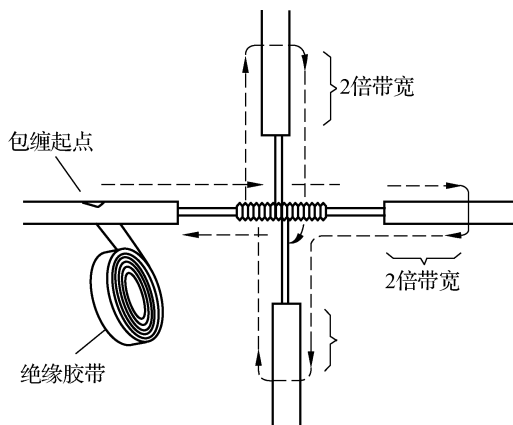

图 1-9 十字分支接头的绝缘处理
(3) 十字分支接头的绝缘处理。对导线的十字分支接头进行绝缘处理时,包缠方向如图 1-9 所示,走一个十字形的来回,使每根导线上都包缠两层绝缘胶带,